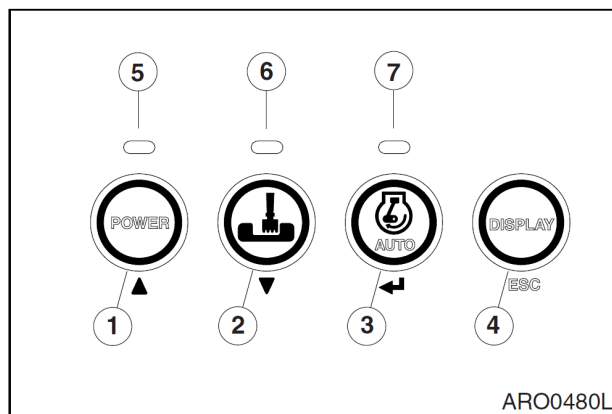

Рис. 45
1. Когда переключатель стартера поставлен во включенное положение (ON), режим мощности автоматически устанавливается в "Стандартный режим".
2. Следует выбрать надлежащий режим мощности с помощью кнопок (1, рис. 45) до начала работы.
3. Когда нажата кнопка режима мощности (1, рис. 45), изменение режима мощности на "Power Mode" (режим мощности) или "Standard Mode" (стандартный режим) сопровождается звуковым сигналом. При включенном режиме мощности (ON) загорается индикатор (5, рис. 45).
Второе нажатие отключает режим мощности. При отключенном режиме мощности выключается светодиодный индикатор (5, рис. 45), и происходит возврат к стандартному режиму.